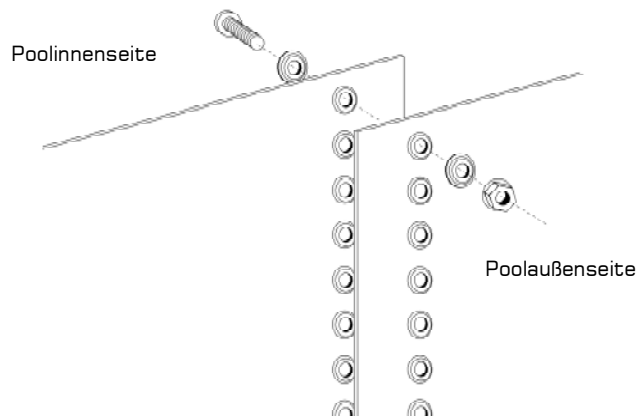

Abb. 8
##### 2. Verbinden der Stahlmantelenden (Abb. 8)
- Verbinden Sie die beiden Enden, indem Sie über der Lochreihe sowohl an der Innen- als auch an der Außenseite eine Versteifungsschiene legen und je eine Schraube und eine Mutter in jedem Loch verschrauben. Der Schraubenkopf gehört an die **Innenseite** des Pools, die Mutter und Beilagscheibe an die **Außenseite** (Abb. 8 und 9 ). Verwenden Sie sämtliche Schrauben und Muttern, lassen Sie kein Loch leer.